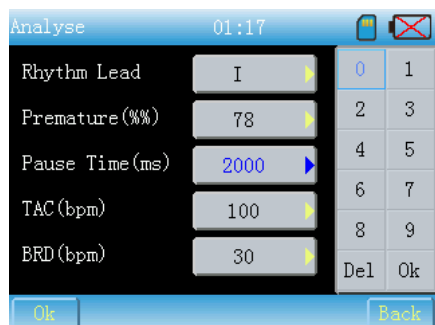

Fig. 13-6-3
- 2 Durata della pausa: cliccare il pulsante corrispondente per richiamare l'interfaccia come da Fig.13-6-3.